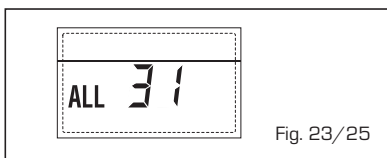

Fig. 23/25
- **ANOMALIA CONFIGURAÇÃO INSTALAÇÃO TRÊS ZONAS "ALL 32"** (fig. 23/26)